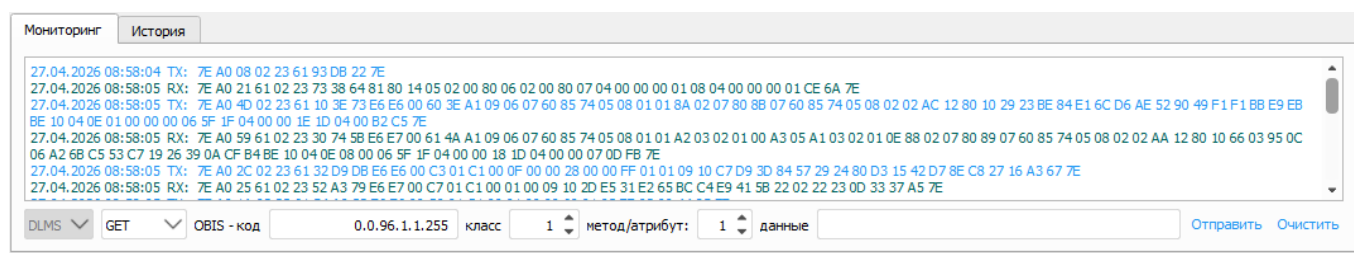

Рисунок 10
– если флаг установлен, выход текста за границы окна отсутствует, длинные строки автоматически переносятся на следующую строку (рисунок 10);